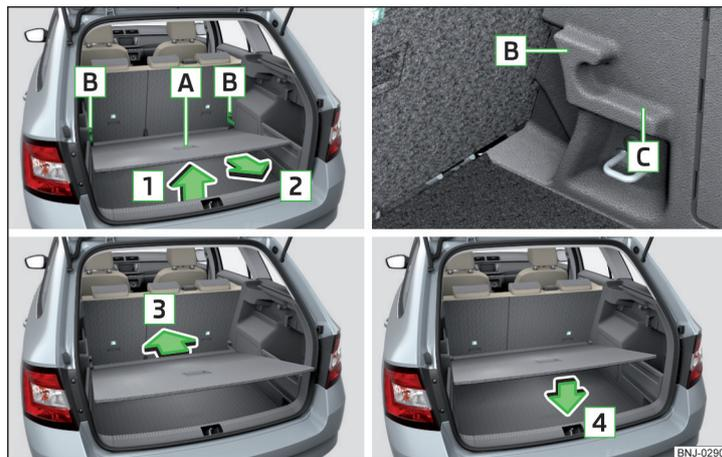

Fig. 102 Ajustar o piso de carga variável na posição superior/inferior
- Levantar o piso de carga variável no manípulo [A] no sentido da seta [1] e deslocar parcialmente no sentido da seta [2] » Fig. 102.